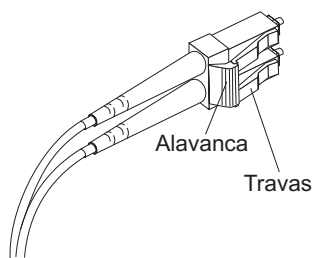

Figura 33. Alavanca e trava do cabo Fibre Channel LC-LC
1. Na extremidade do cabo LC-LC que se conecta ao módulo SFP ou à placa de barramento host, pressione e segure a alavanca para soltar as travas, como mostra a Figura 33.